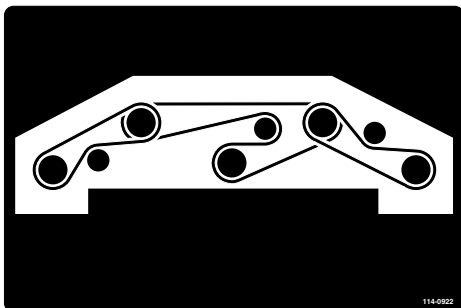

Figure 95
8. Installez la courroie neuve autour des poulies d'axe et de la poulie de tension (Figure 95).